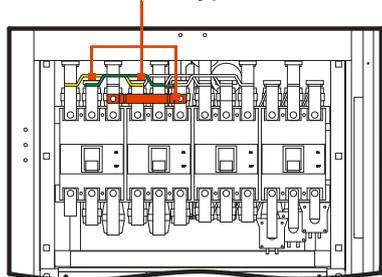
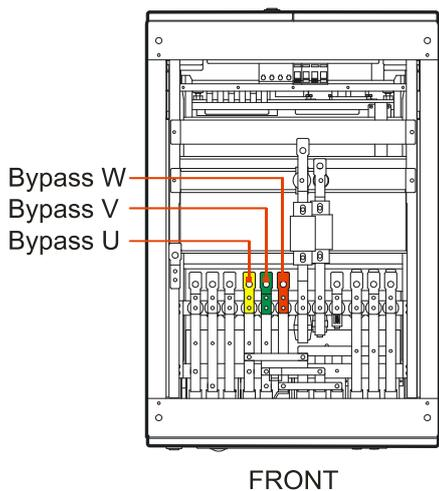

Рис. 3.19 Расположение медной шины сети и байпаса (вид спереди)
Рис. 3.20 Независимое подключение (вид сверху)
- Если требуется отдельный вход байпаса, откройте переднюю дверь, снимите переднюю крышку, а затем демонтируйте 3 медные шины, которые соединяют байпас и вход (как показано на Рис. 3.19). Подключите вход байпаса к медным шинам выключателя байпаса (как показано на Рис. 3.20) и закрепите кабели.